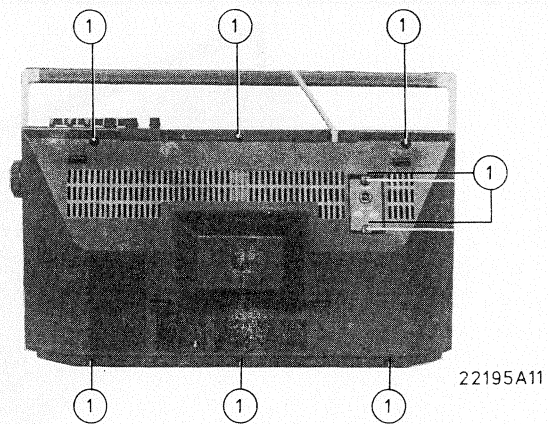
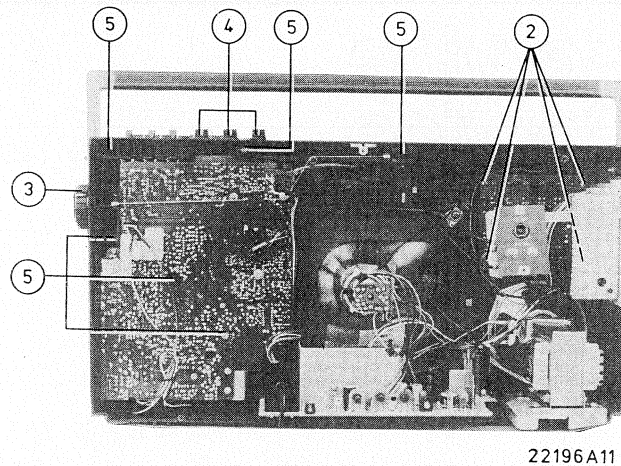

Fig. 1
Fig. 2
1. Rückwand abnehmen, Fig. 1
- Die acht Schrauben ① lösen.
4. Entfernen der Fernseh-Abstimmereinheit, Fig. 2
- Die vier Schrauben ② lösen.
5. Entfernen der Printplatte des Rundfunk- und Tonbandteils, Fig. 2
- Den Abstimmknopf ③ und die drei Bedienungsknöpfe ④ abziehen.
- Die sechs Schrauben ⑤ lösen.